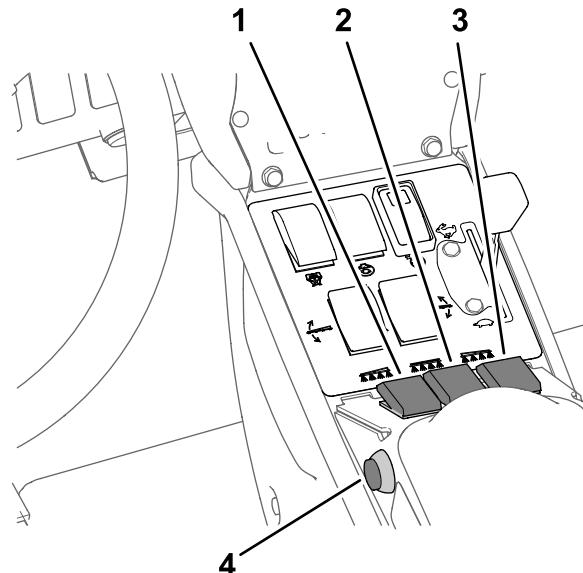

Figure 32
3. Placez la commande générale des sections à la position DÉSACTIVÉE ; voir Figure 32 sous Pulvérisation en mode débit d'application \(page 35\).
7. Placez les interrupteurs des sections individuelles en position ACTIVÉE ; voir Figure 32 sous Pulvérisation en mode débit d'application \(page 35\).
- Conduisez à la vitesse voulue puis réglez la commande générale à la position ACTIVÉE pour commencer la pulvérisation ; voir Figure 32 sous **Pulvérisation en mode débit d'application** (page 35).